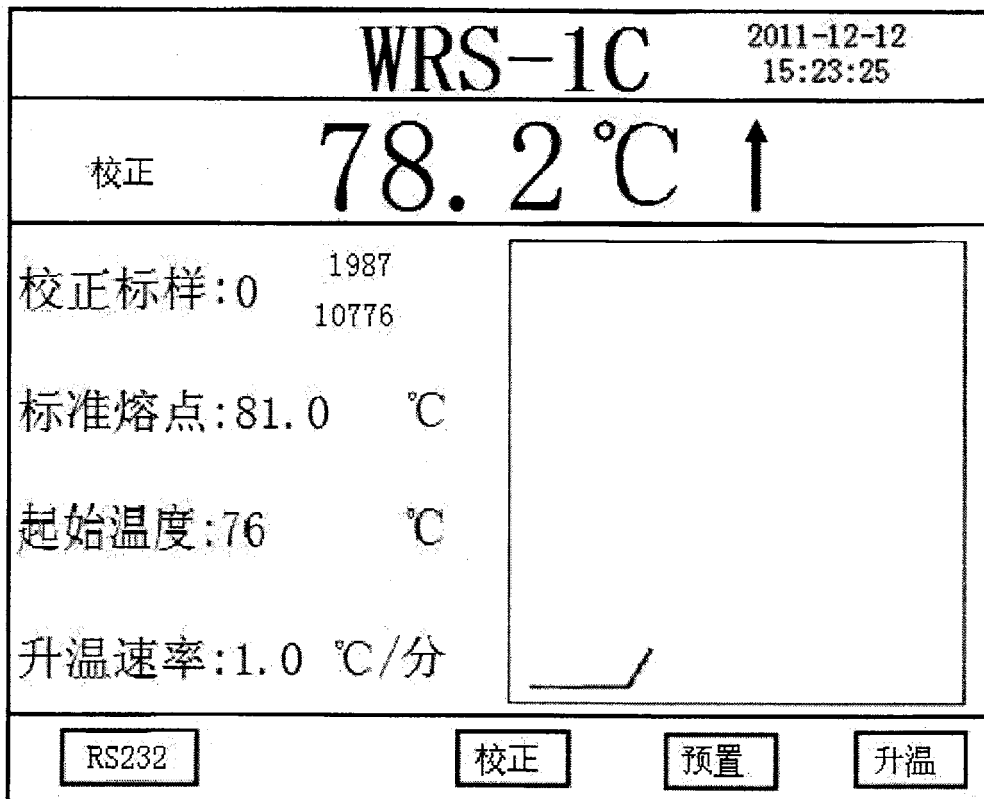

图 12
2. 装入标准样品后按“升温”键，开始测量标准样品熔点，显示屏如图 12 所示。